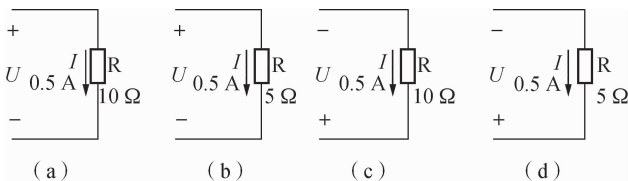

图 1-21 习题 1-3 图
- 1-3 如图 1-21 所示，按给定的电压、电流参考方向，求出元件端电压  $U$  的值。